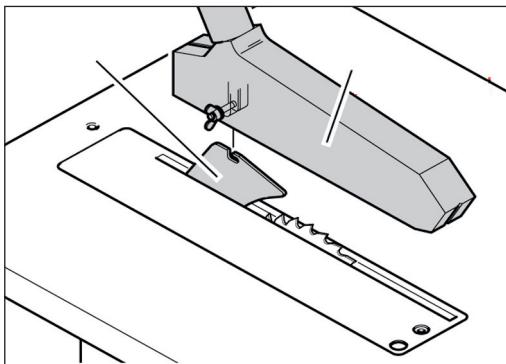

Bild 1.
2. **Klingskydd**, ska vara rätt monterat/justerat och felfritt för att förhindra ofrivillig kontakt med sågklingen. Bild 1.